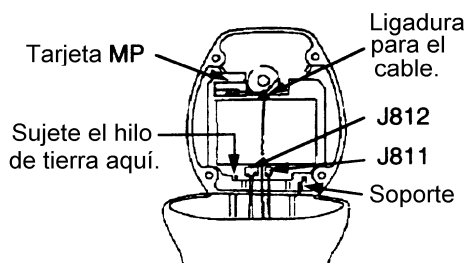

Figura 6-14. Unidad de antena con la cubierta levantada
4. Abrir la cubierta de la unidad y fijar el tirante de retención de la misma como se indica en la Figura 6-14.
5. Un extremo del cable con los conectores de 15, 9 y 7 contactos ya está conectado a RTB-9100 en la base de la unidad. Insertar los conectores de 15 y 9 contactos en las bases J812 y J811, respectivamente, en el módulo transceptor y el conector de 7 contactos en la base J701 de la tarjeta MP. Retener el cable entre RTB-9100 y J701 mediante la brida correspondiente, como se indica en la Figura 6-14.
6. Fijar el hilo de tierra (negro) del cable de señal al chasis, como se ilustra en la Figura 6-14.